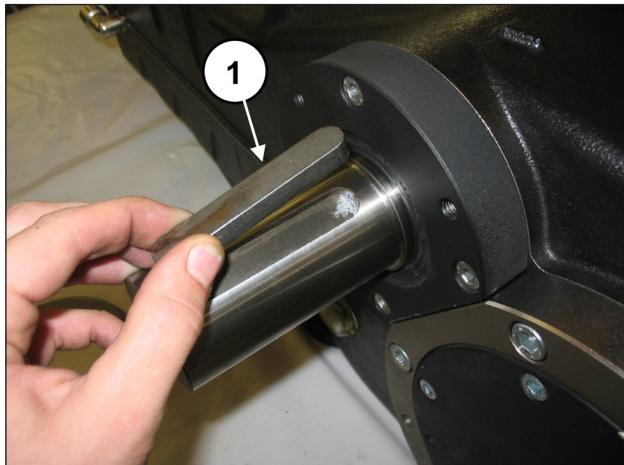

Abb. 102
Setzen Sie die Passfeder auf die Zapfwelle ein (Pos. ①, Abb. 102).